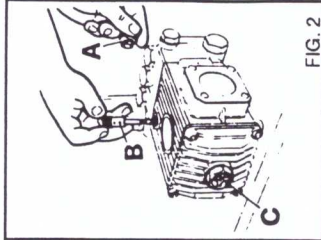

FIG. 2
**SOSTITUZIONE DEL TAPPO OLIO SULLA POMPA ALTA PRESSIONE (fig. 2)**